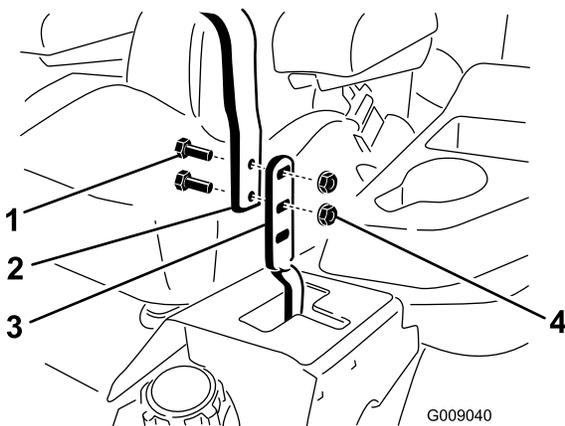

Рисунок 62
3. Ослабьте болты и фланцевые гайки, установленные на рычагах (Рисунок 62).